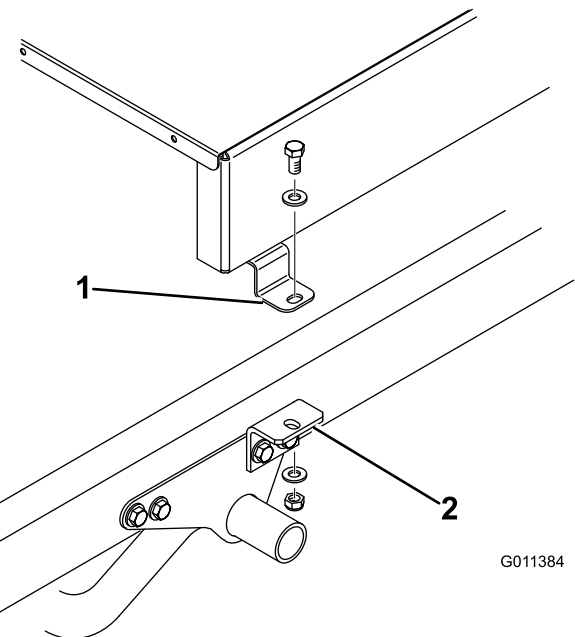
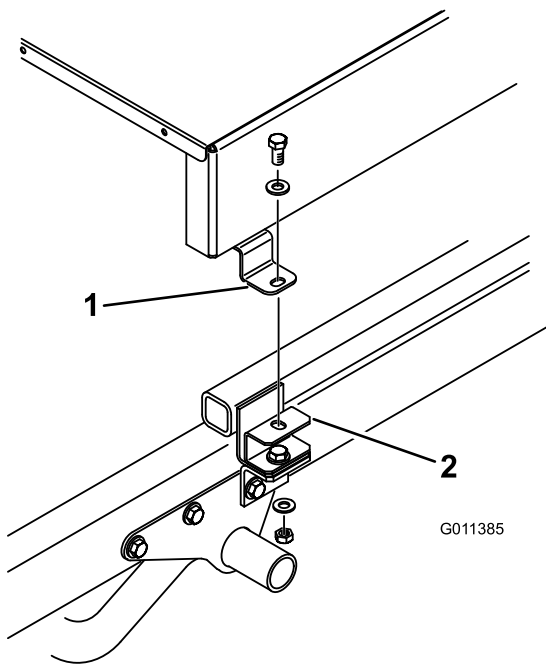

Figura 10
Figura 11
- Sujete provisionalmente la parte superior de cada soporte de montaje (Figura 10) o soporte de espaciador (Figura 11) a la pestaña de montaje de cada lado de la recebadora con un tornillo ($\frac{1}{2}$ x 1"), 2 arandelas planas y contratueras. Apriete todas las fijaciones.